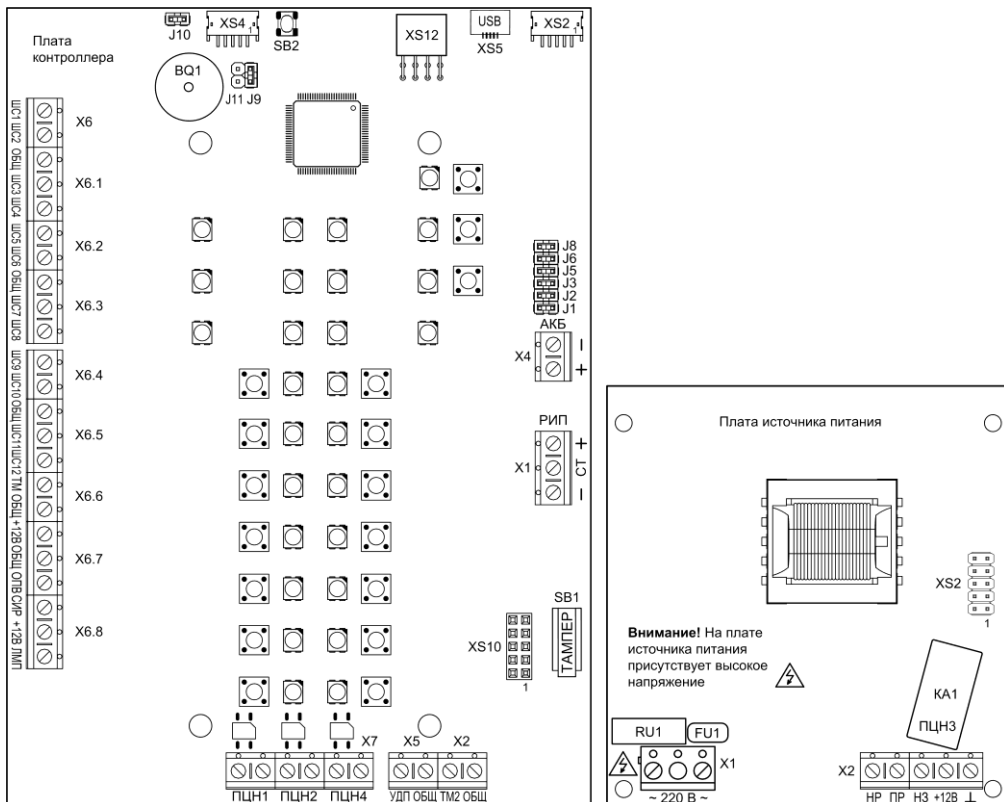

Рис.1 Внешний вид платы контроллера Гранит-12ЛП и платы источника питания
Прибор состоит из корпуса и съёмной крышки. В корпусе расположены плата контроллера, плата источника питания (рис.1), универсальный коммуникатор с антенной GSM (п.5.3) или/и IP-коммуникатор (п.5.4). На плате контроллера установлена панель индикации и управления (рис.2).
3.1 На плате контроллера (рис.1) расположены следующие элементы:
3.3 На плате источника питания (рис.1) расположены следующие элементы: